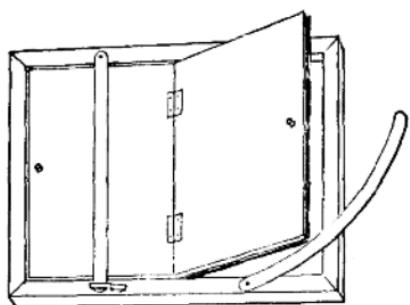

图2 印相夹
2. 印相夹 印相夹又叫晒相夹，是一种简单的印相工具(图2)。它一般适宜于在缺乏电源的地方印相，或者印制一般印相机无法印制的特别大的底片时使用。印相夹由一个特制的木框，里面镶着一块普通玻璃，另有一个与玻璃面积相同中间可以折迭的活盖而组成。活盖上应粘有薄的泡沫塑料、毡呢或绒布等软柔物体，以使相纸与底片紧贴。在木框背后要有两根弹簧压条。印相时先将玻璃揩净，把底片平铺在玻璃上，药膜与操作者面部相对；再套好黑纸框，把裁好的相纸药膜向下放在底片上，然后盖上活盖，再上好弹簧条，把活盖压紧。以上操作都要在暗室内安全灯下进行，以免感光纸露光。印相夹上好后，即可以在日光或普通灯光下进行曝光。曝光时要把印相夹玻璃一面对着光源，并应和光源保持垂直状态，以免光线斜射而产生曝光不